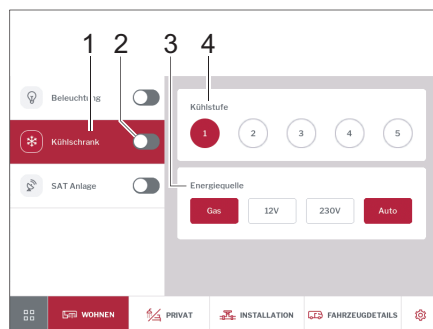

Fig. 282 Frigorifero
- Accendere o spegnere il frigorifero con l'interruttore a scorrimento (Fig. 282,2).
- Digitare il pulsante *Frigorifero* (Fig. 282,1).
Sul pannello di comando si possono impostare lo stadio di raffreddamento (Fig. 282,4) e la fonte di energia (Fig. 282,3).